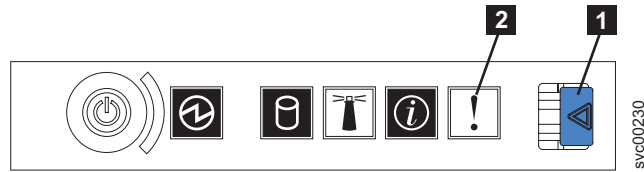

図 56. SAN ボリューム・コントローラー 2145-8G4 オペレーター・パネル表示装置
1. **SAN ボリューム・コントローラー 2145-8G4 オペレーター・パネルでエラー LED が点灯、または明滅していますか?** 355 ページの図 56 を参照してください。